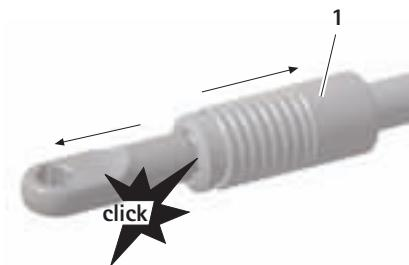

Fig. 4
- Fatta tag i gripdelen till anslutningsdelen **A** eller UNITRAC-universalhållarens **J** snabbkoppling **1** och dra bakåt, se Fig. 4.